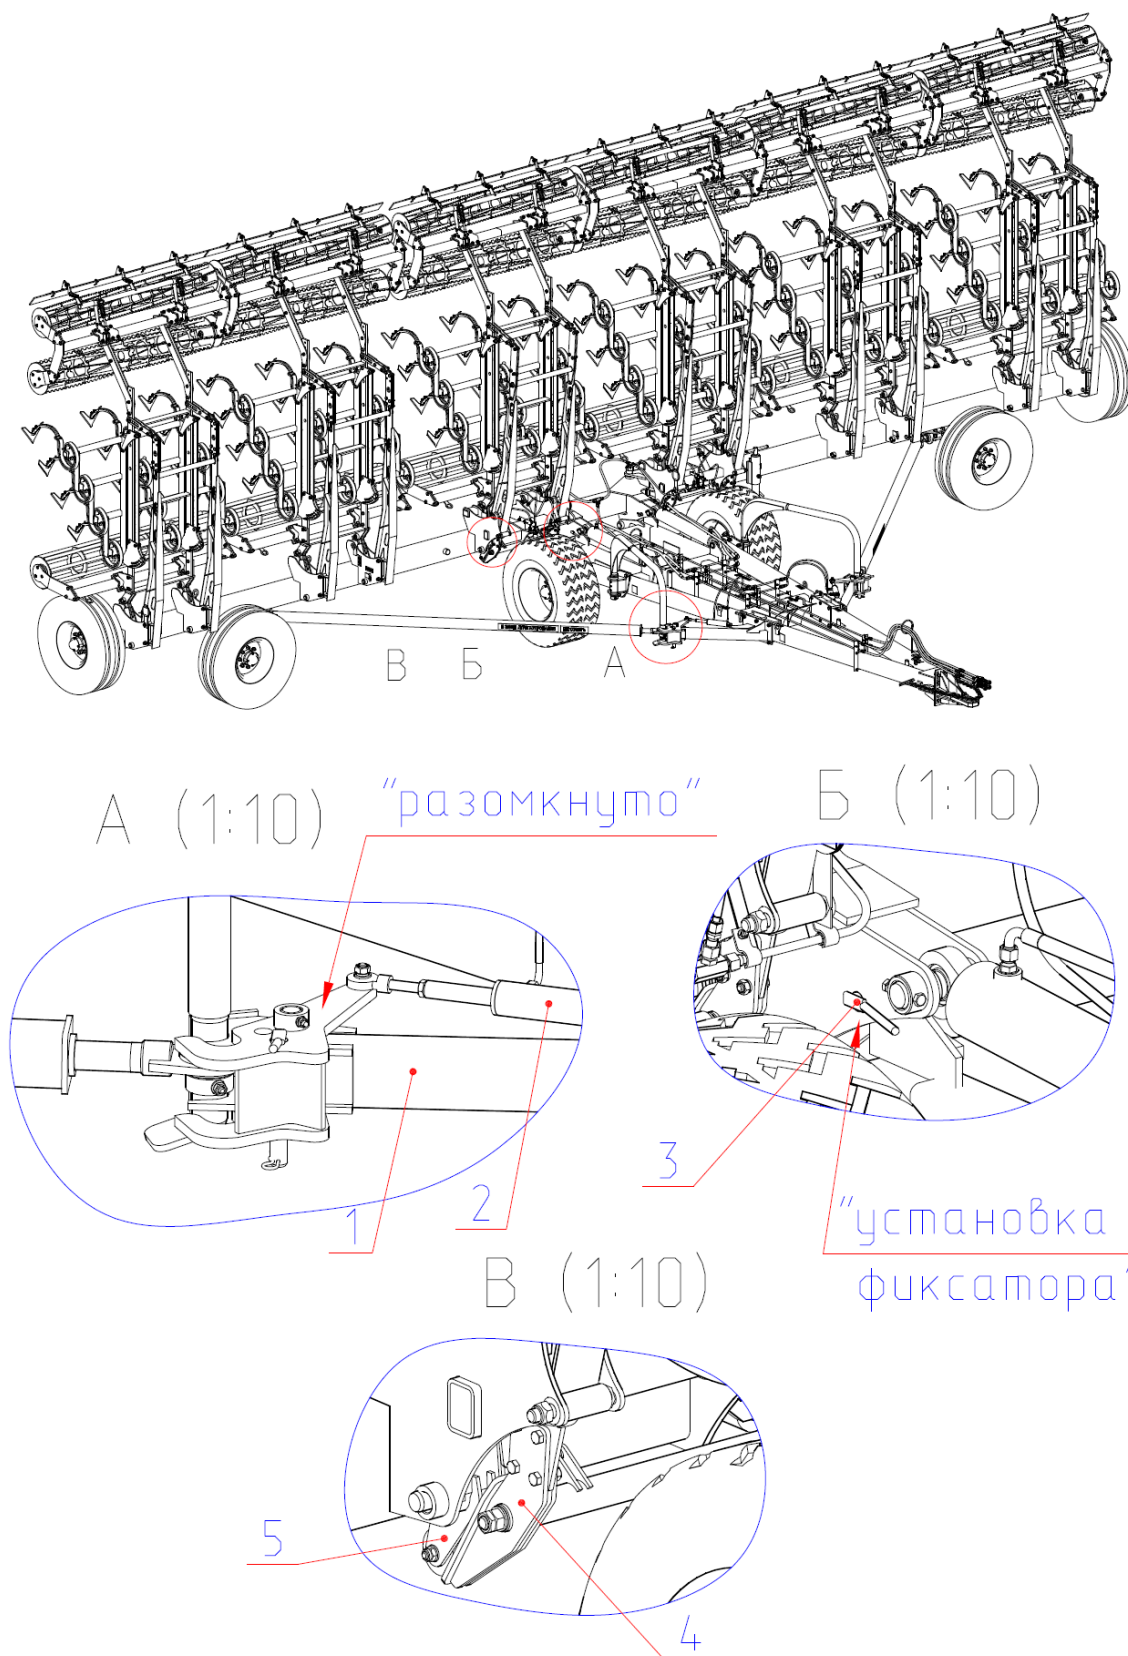

Рис.14.1 Перевод балок в вертикальное положение.
-произвести подъем, повернув все балки с помощью гидроцилиндров (рис.14.1);
-зафиксировать положение центральной балки с помощью фиксаторов 2 (рис.14.1 Вид
- перевести замки кронштейнов 1 (рис.14.1 Вид А) в положение "разомкнуто" гидроцилиндрами 2, при этом сработают гидроцилиндры обеспечивающие нажатие рычагов 4 (рис.14.1 Вид В) на поводки 5 (секции расположенные в центре культиватора перейдут в положение обеспечивающее перевод в транспортное положение без поломок);
- перевести замки кронштейнов 1 (рис.14.1 Вид А) в положение "разомкнуто" гидроцилиндрами 2, при этом сработают гидроцилиндры обеспечивающие нажатие рычагов 4 (рис.14.1 Вид В) на поводки 5 (секции расположенные в центре культиватора перейдут в положение обеспечивающее перевод в рабочее положение без поломок);
Движение должно быть четко управляемым таким образом, чтобы обе боковые балки разъезжались одновременно на одинаковый угол, а водила с растяжками одновременно вошли в зевы кронштейнов 1 (рис.14.1 Вид А).
- перевести замки кронштейнов 1 (рис.14.1 Вид А) в положение "замкнуто" гидроцилиндрами 2;
- разблокировать положение центральной балки от фиксаторов 2 (рис.14.1 Вид Б);